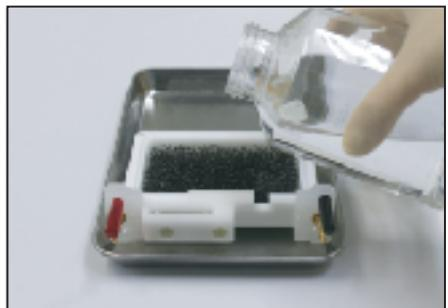

図4
3. 陰極コアを、電極端子が手前になるように置き、サポートパッド1枚を陰極コアの中に置いてプロッティングバッファーをサポートパッドが浸るまで注ぎます。 (図4)